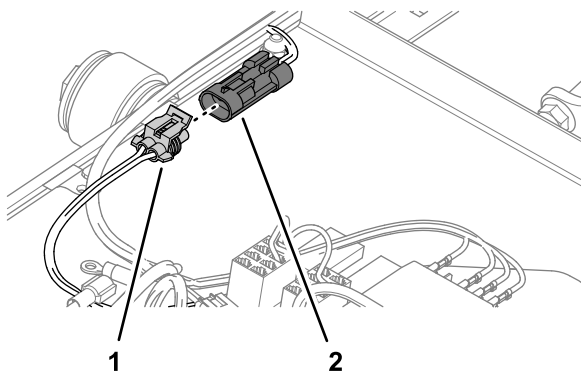

Figura 9
3. Collegate il connettore a 2 prese a quello a 2 pin del cablaggio preassemblato dell'adattatore per il pannello dell'interruttore (Figura 9) in corrispondenza della derivazione di 20 cm del cablaggio preassemblato del kit.